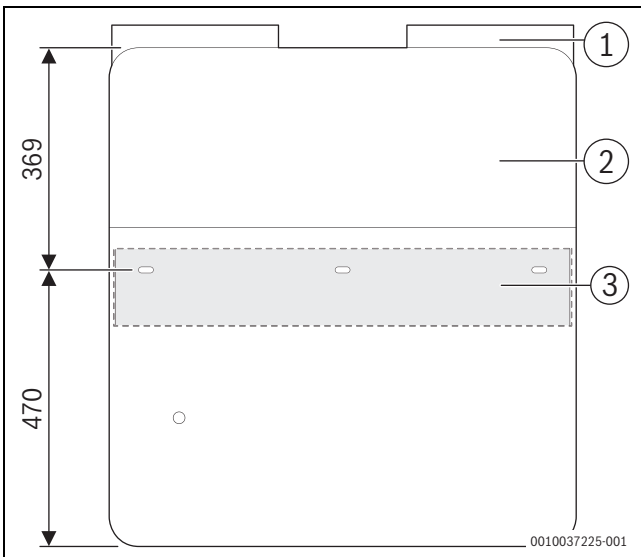
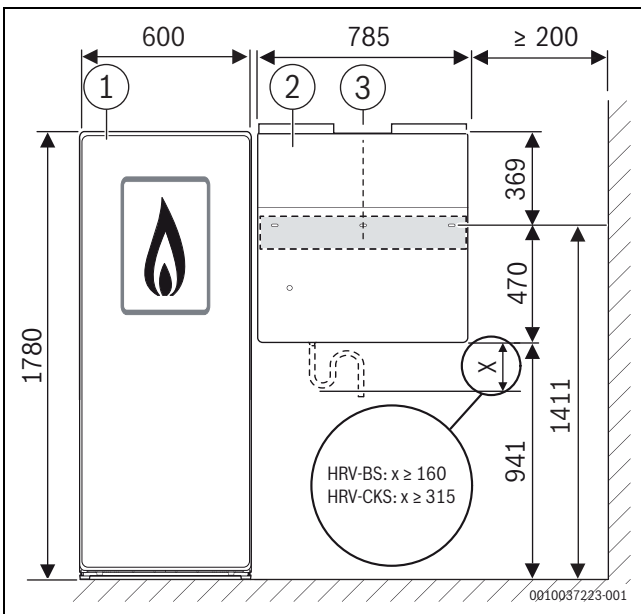

Bild 19 Einbaumaße autarke Installation des Lüftungsgeräts
Bild 20 Einbaumaße im System mit einem Buderus Wärmerezeuger
- ▶ Einbaumaße bei autarker Installation des Lüftungsgeräts und im System mit einem Buderus Wärmezeuger beachten (→ Bild 19 und Bild 20).